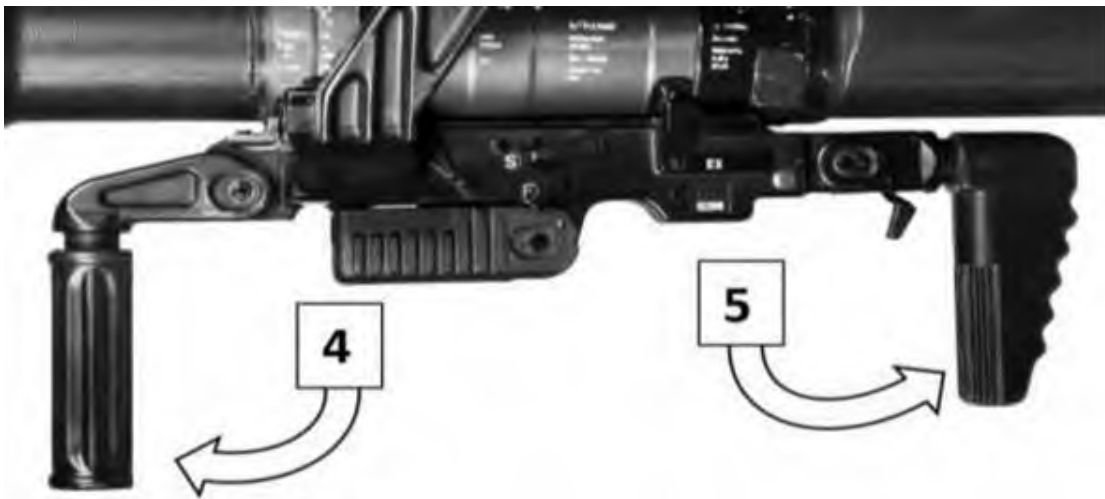

Рисунок 5.9 – Передня рукоятка та плечовий упор
- 2) розкласти передню рукоятку (рисунок 5.9);
- 3) розкласти плечовий упор (рисунок 5.9);